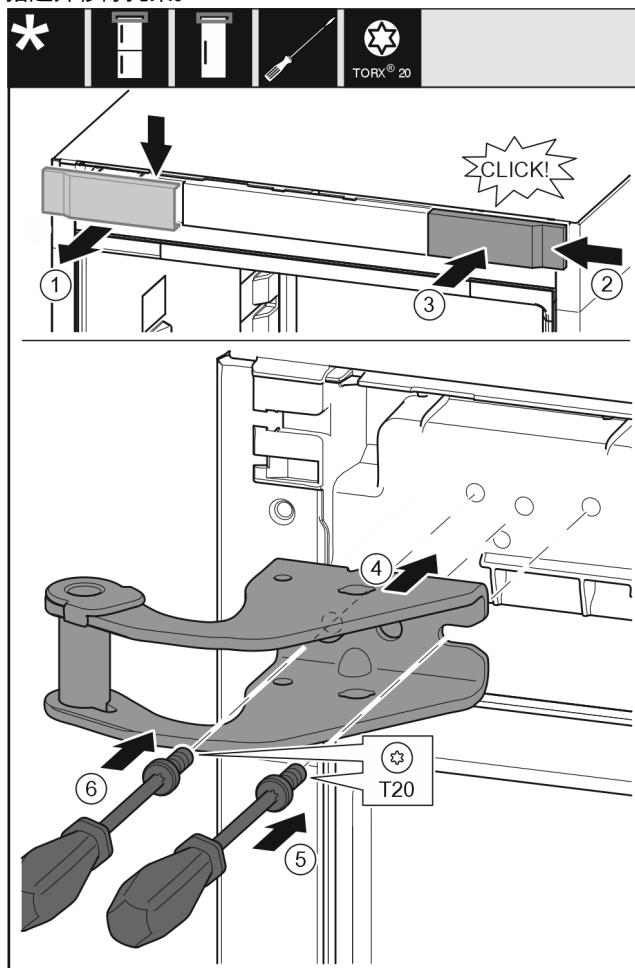

Fig. 15
- ▶ 从上方朝前取下盖板 Fig. 15 (1)。
- ▶ 将盖板 Fig. 15 (2)旋转 180° 至另一侧从右边挂上。
- ▶ 插入盖板 Fig. 15 (3)。
- ▶ 装上上方的托架 Fig. 15 (4)。
- ▶ 用螺丝刀放上并旋紧螺钉 Fig. 15 (5)。
- ▶ 用螺丝刀放上并旋紧螺钉 Fig. 15 (6)。